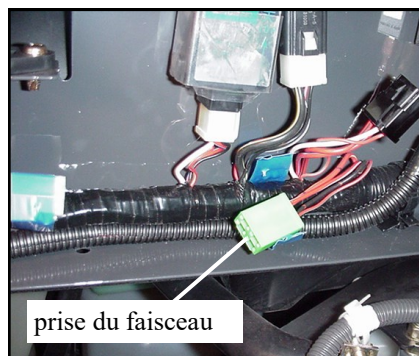
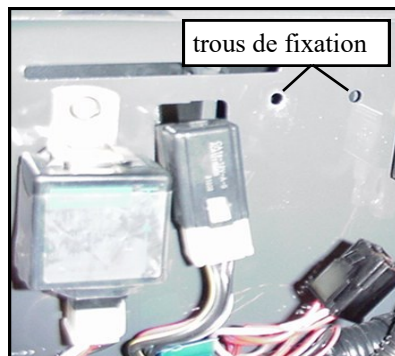
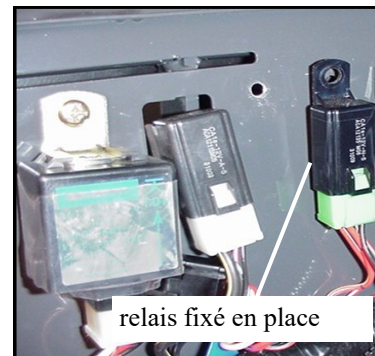
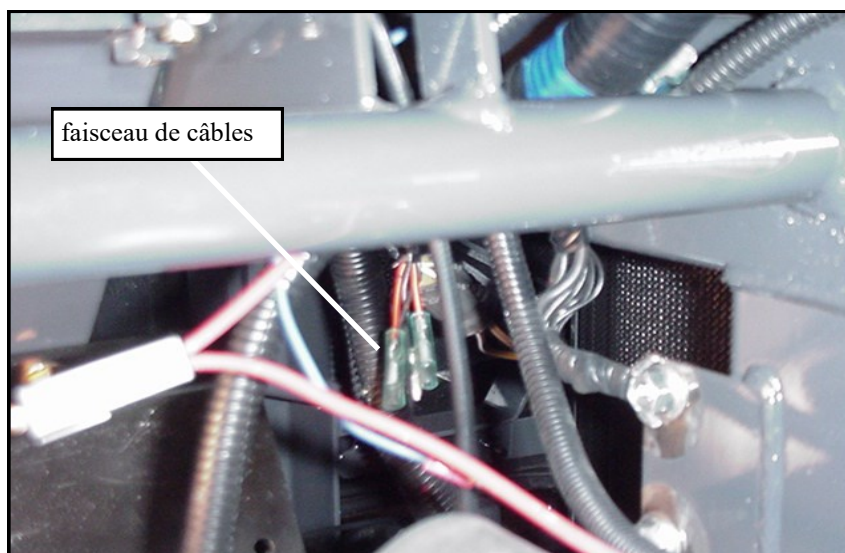

Figure 1
Figure 2
Figure 3
Figure 4
- A. Pour préparer le faisceau de câbles qui se trouve sur le véhicule, couper le ruban bleu qui fixe la prise du faisceau (voir la figure 1). Connecter la prise au relais fourni dans l'ensemble de câblage et choisir l'un des trous de fixation (voir la figure 2), puis fixer le relais à côté des autres relais à l'aide de la vis autotaraudeuse taillant le filet de 1/4-20 fournie (voir la figure 3). REMARQUE : le relais est nécessaire pour alimenter les câbles indiqués à la figure 4.
- B. Sertir un connecteur de pointe mâle sur le câble rouge du feu stroboscopique, puis le brancher au câble rouge fourni avec le connecteur de pointe femelle comme indiqué à la page 6. Couper le câble à la longueur appropriée pour atteindre l'interrupteur à bascule. Y sertir un connecteur de cosse femelle et le connecter à l'interrupteur à bascule. Couper une autre longueur appropriée de câble rouge pour relier l'interrupteur à bascule au câble positif avec fusible du véhicule (câble rouge avec rayure jaune) (voir la figure 4 ci-dessous). Pour accéder à ce connecteur de pointe femelle, soulever la benne pour le trouver sous le siège du conducteur. Sertir un connecteur de cosse femelle et un connecteur de pointe mâle et connecter de l'interrupteur à bascule au câble positif avec fusible du véhicule (câble rouge à rayure jaune) (voir la figure 4). Sertir un connecteur de pointe mâle au câble noir du feu stroboscopique. Sertir un connecteur de pointe femelle avec l'extrémité dénudée du long câble noir fourni et effectuer la connexion du câble noir du feu stroboscopique au câble négatif du véhicule (aussi un câble noir) (voir la figure 4). REMARQUE : ce câble négatif du véhicule (avec connecteur de pointe mâle) est également situé derrière le siège du conducteur (juste à côté du câble positif avec fusible mentionné plus haut).